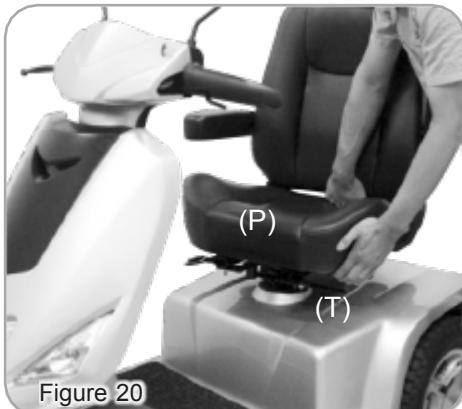

Figure 20
- Reportez-vous à la page 14 pour le démontage, puis retirez l'assise (P) et le carénage arrière (Z). (Figures 20 et 21)
- Remontez ensuite la carénage arrière (Z) et l'assise (P) dans la position d'origine. (Figures 20 et 21)
1. Retirez le carénage arrière (Z) en tirant vers le haut (figure 20).